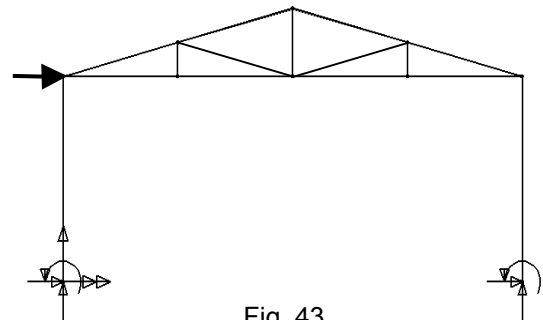

Fig. 43
- pe ecran va fi afișată structura cu încărcarea din cazul activ (fig. 43)